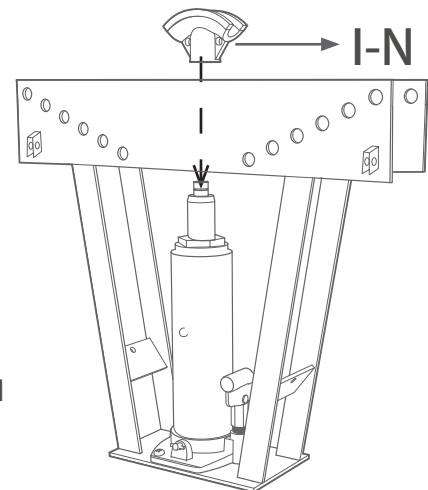

Abb. 1
2. Gemäß der angegebenen Markierung auf jedem Druckstück wählen Sie ein entsprechendes Druckstück für das zu biegende Rohr. Stellen Sie das ausgewählte Druckstück über das Ende des Kolbens(2) des Hydraulikzylinders(H). Siehe Abb. 1.